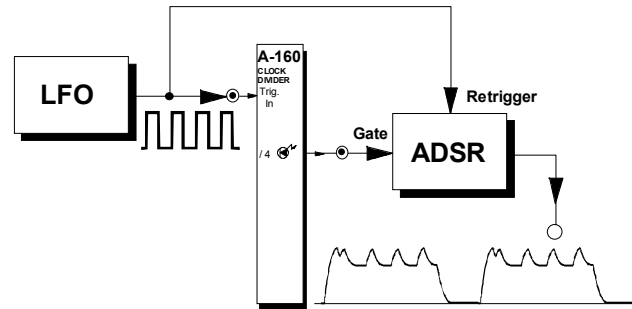

Abb. 2: ADSR-Hüllkurve mit 4-fachem Retrigger
Beim Patch in Abb. 2 triggert das von einem A-160 um den Faktor 4 (Ausgang ④) geteilte LFO-Signal (Rechteck) einen ADSR. Das Originalsignal des LFO's wird dem Retrigger-Eingang des ADSR's zugeführt.